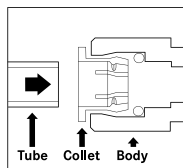

Fig.1
- ▶ Introduceți țeava aliniată drept (Fig. 1).